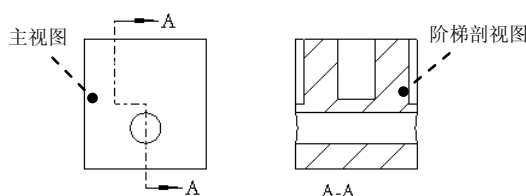

图 3.8.38 阶梯剖视图
阶梯剖视图属于 2D 截面视图，其与全剖视图在本质上没有区别，但它的截面是偏距截面。创建阶梯剖视图的关键是创建好偏距截面，可以根据不同的需要创建偏距截面来实现阶梯剖视以达到充分表达视图的需要。阶梯剖视图如图 3.8.38 所示，创建操作步骤如下：
Step2. 先单击选中图 3.8.38 所示的主视图, 然后右击, 从系统弹出的快捷菜单中选择 **插入投影视图...** 命令。
Step6. 添加箭头。选取图 3.8.38 所示的阶梯剖视图, 然后右击, 从弹出的快捷菜单中选择 **添加箭头** 命令; 单击主视图, 系统自动生成箭头。